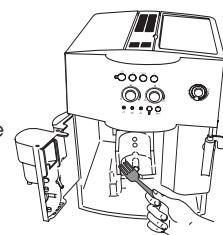
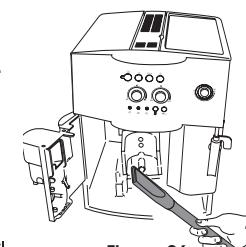

Figure 25
Figure 26
- Nettoyez avec soin l'intérieur de l'appareil en le grattant avec une fourchette en plastique (ou en bois (Figure 25) puis récupérez tous les résidus avec un aspirateur (Figure 26).